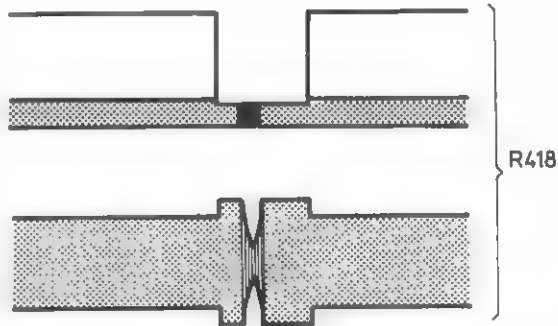

Fig. 11
- Stel R418 zodanig in, dat maximale interferentie ontstaat, in het signaal op het Y-B kanaal, tijdens de rastersync. impuls (zie fig. 11).